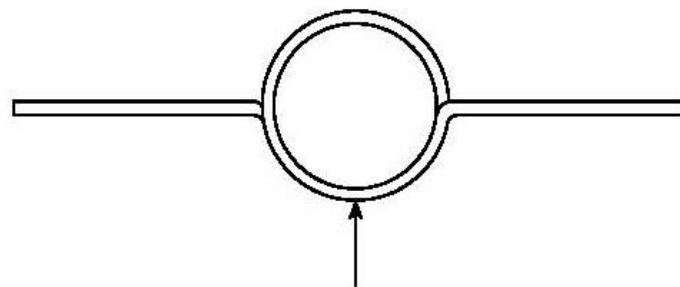

Fig. 10
2. Retirer la sonde (si installée) et monter une paire de câbles de test à l'extrémité de la tige de sonde, à 90° entre chaque câble et à 10 mm ( $\frac{3}{8}$ " maximum de l'extrémité de la tige (voir Fig. 10 et 11).